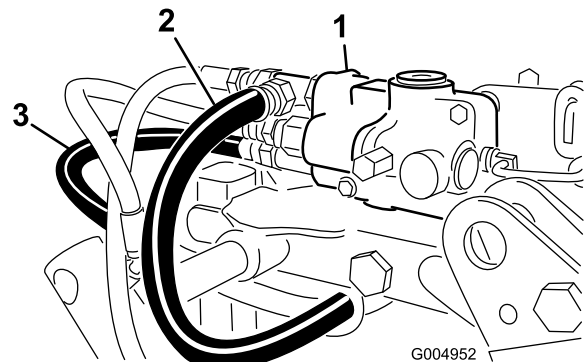

Figura 12
8. Enrute las mangueras de presión hidráulica y las mangueras del depósito hasta la válvula y conéctelas (Figura 12).